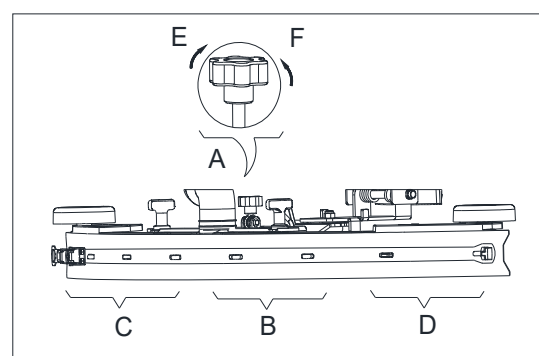

Figura 5
3. Ajuste o squeegee através do punho de ajuste correspondente (A, Figura 5).
- a) Se existir um espaço entre o chão e a secção do meio da lâmina do squeegee traseiro (B), ajuste o botão (A) para a esquerda (F) até todas as secções da lâmina do squeegee traseiro estarem em contacto com o chão e a lâmina frontal tocar ligeiramente no chão.
- b) Se existir um espaço entre o chão e as secções do fim da lâmina traseira (C e D), ajuste o botão (A) para a direita (E) até todas as secções da lâmina traseira estarem em contacto com o chão e a lâmina frontal tocar ligeiramente no chão.